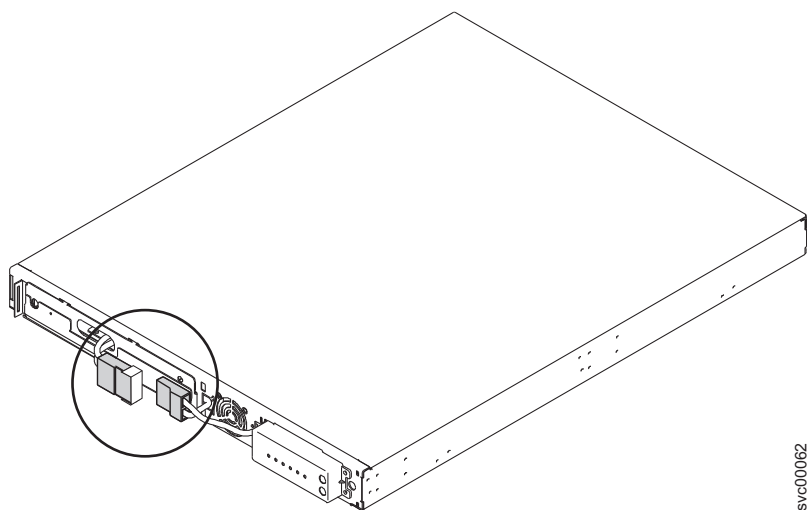

Figura 359. O conector da bateria interna do 2145 UPS-1U com fita protetora
3. Desconecte o conector da bateria interna, circulado em Figura 359.